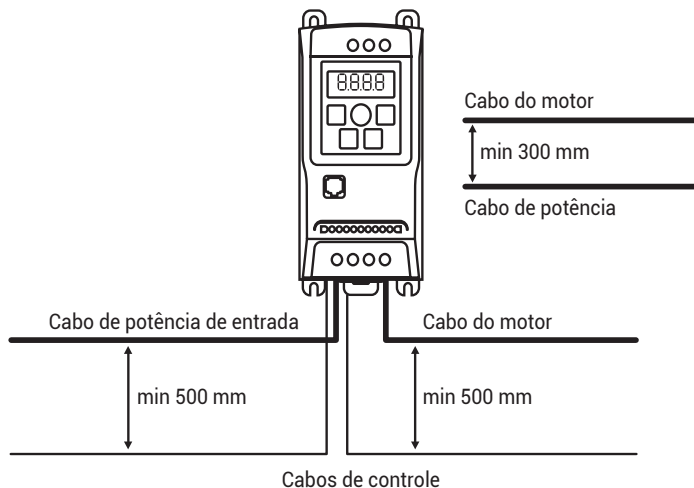

Figura 3.3.3 - Boas práticas para passagem dos cabos.
- Quando os cabos de potência da alimentação do inversor e/ou de outro equipamento forem instalados em leitos paralelos ao leito do cabo do motor, garanta uma distância de 300 mm entre os mesmos como na Figura 3.3.3.